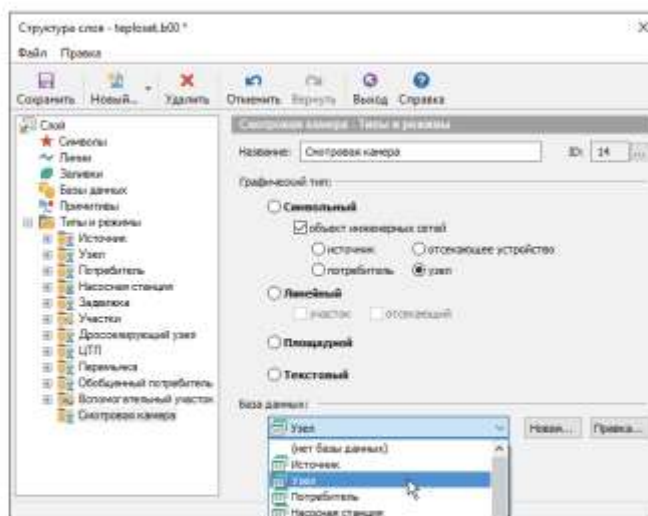

Рисунок 4.14. Выбор базы для нового типа
4. Если надо, чтобы созданный тип использовал предварительно созданную базу данных, сделать щелчок левой кнопкой мыши по строке *База данных* и в выпадающем списке выбрать нужную базу, как показано на Рисунок 4.14. «Выбор базы для нового типа». Если база данных этому типу не нужна, этот пункт можно не выполнять.